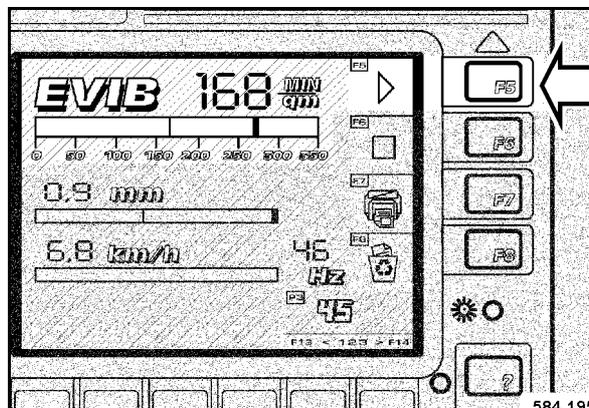

Рис. 99
- При достижении метки 1, нажать кнопку F5 „ПУСК“ (Рис. 99).